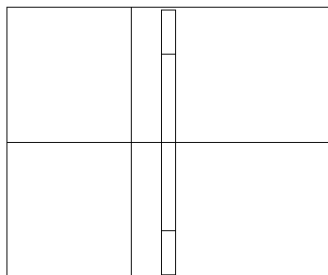

图 16-24
(5) 修剪处理。单击  按钮或者在命令行直接输入 `trim`, 将上述直线修剪成一个矩形框, 结果如图 16-24 所示。